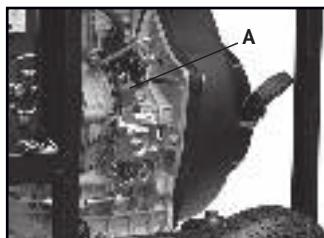

Рис. 7
- Установить аварийный выключатель двигателя (рис.7, **A**) в положение ПУСК.